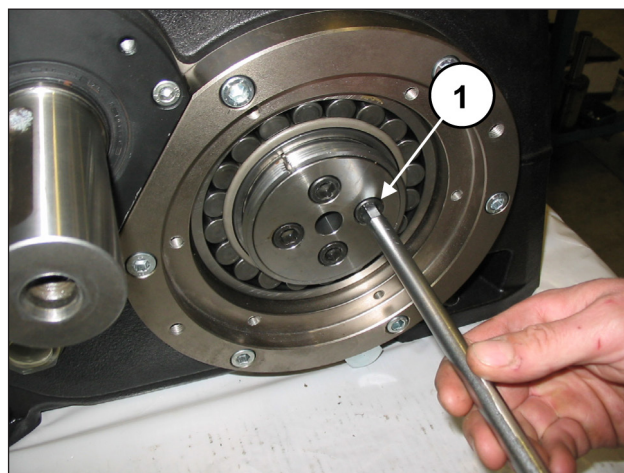

Fig. 89
Avvitare le due flangie bloccaggio bussola all'albero a gomiti mediante 4+4 viti M12x25 (pos. ①, Fig. 89).